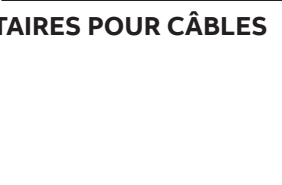

Figure 9
- Couper la gaine intérieure (à une longueur de 1/8"-3/8") pour exposer le blindage et les conducteurs (Figure 9).